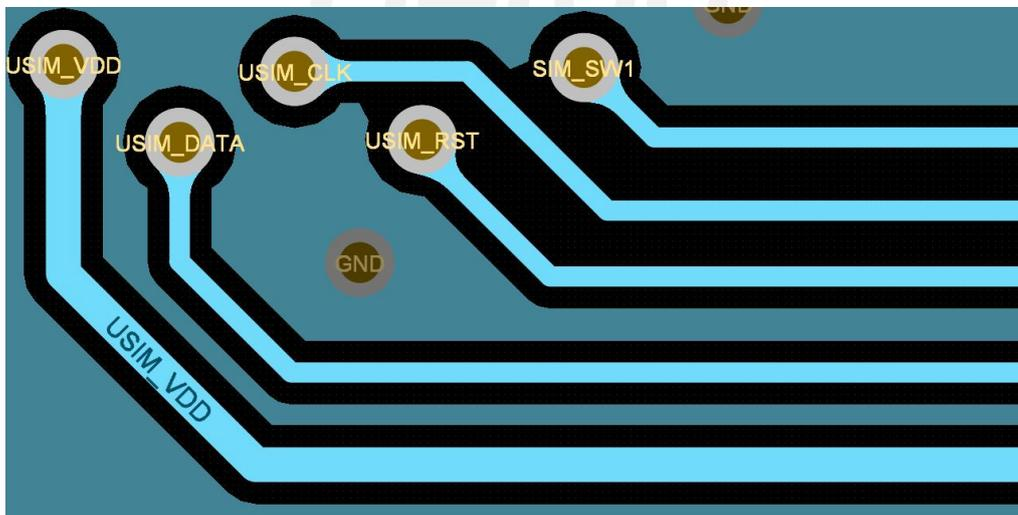

图 3-8 SIM 关键信号走线
以上 SIM 卡接口均支持 1.8V 和 3.0V (U)SIM 类型卡，实体卡槽为标准尺寸 Sim 卡槽，支持 2FF 尺寸的卡，ESIM 为 MFF2 尺寸卡，封装为 QFN5*6-8。若同时贴多张卡，最多同时只支持一张卡，若要使用其他卡，需要软件控制 SIM 卡开关进行切换。UFI PCBA 当前贴片状态仅支持标准 SIM 和 ESIM1 二选一。其他两个 ESIM 若要支持，需将 U701、R703、C702、C703、R701 焊接上，如图 3-8 所示，并且需要软件开发支持。